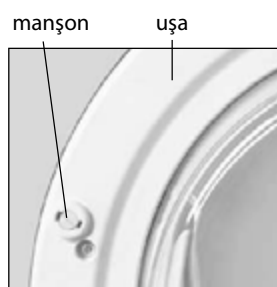

Figura 13
**5.7.1** Blocarea ușii este prevăzută în unele modele de mașini, pentru a evita pornirea accidentală mașinii, spre exemplu de către copiii. Pentru a bloca ușa de la închidere, rotiți manșonul așa cum se arată în Figura 13, cu o șurubelniță în sensul ceasornic până când se oprește - fișa iese înainte și nu va permite ca ușa să se închidă. Pentru a debloca ușa înainte de spălare trebuie să acționați în ordine inversă.